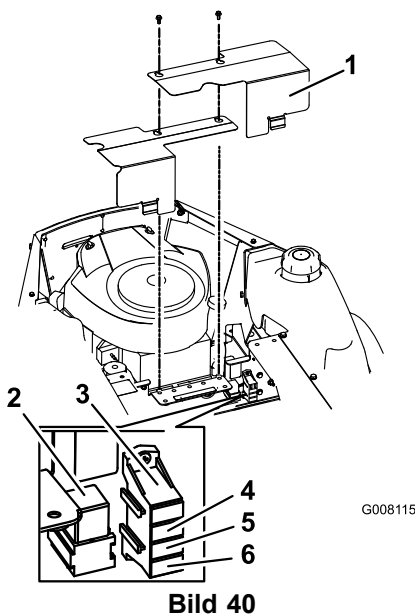

Bild 40
1. Klappen Sie Sitz hoch, um an den Sicherungshalter zu gelangen (Bild 40).
2. Nehmen Sie die Abdeckungen ab, siehe Bild 40.